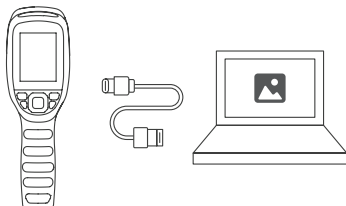

Abbildung 3.1.1
2. Verbinden Sie TC004 mit dem mitgelieferten USB-Kabel an Ihren Computer (siehe Abbildung 3.1.1).